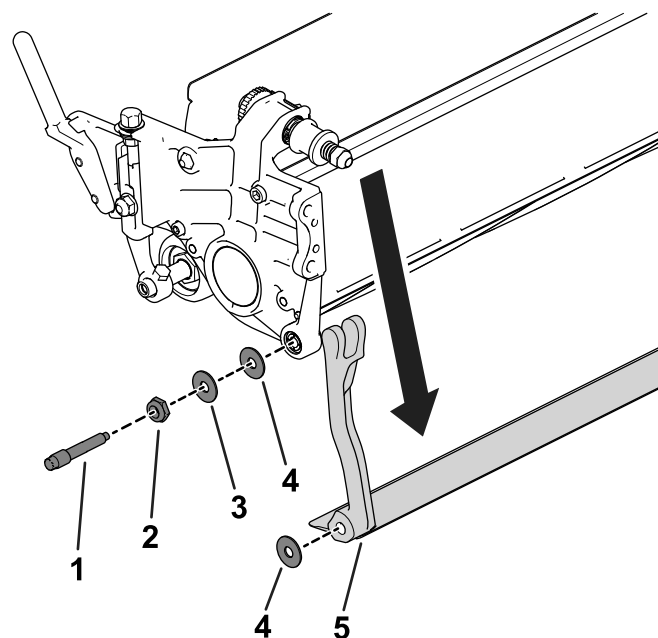

図 20
3. 機体の左右それぞれの側で、図 20に示すロックナットをゆるめる。
4. 各ベッドバーボルトを抜いてベッドバーを下に引き抜いてカッティングユニットから外す 図 20。
ベッドバーの両端にそれぞれスチールワッシャ 2 枚とプラスチックワッシャが 1 枚ずつあるので注意する 図 20。